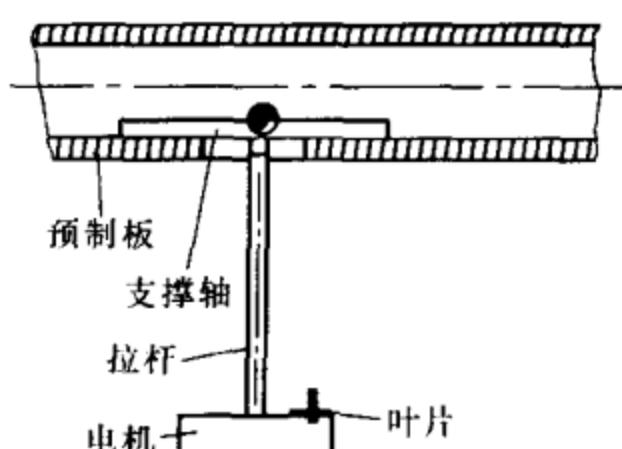

图 2-63 吊扇安装调试示意图
安装吊扇调试过程中对静平衡部位判断失误，则悬吊部分的动平衡精度就无法保证。安装吊扇静平衡的调整关键件是支撑轴(架)及其水平，而不是叶片在径向或对称度上的微量改变。现以家用吊扇的安装为例，如图 2-63 所示，介绍静平衡的调整程序。
(1) 按图 2-63 所示在空心预制板内装入支撑轴，连接拉
2) 叶片会自动旋摆某一角度并停留在图 2-63 所示位置，其方向与支撑轴中心线基本一致。此情况表示吊扇组合件中心线与其重心垂线处于相交状态。说明支撑轴右端低于水平位置，需垫高处理。
(3) 对支撑轴做水平调整。一般情况下，需用厚度小于 1mm 的弧形薄金属片，垫入支撑轴右端下部适当位置，合适与否，仍用 1) 所述效果检验。
(4) 依次紧固其他叶片，投入使用。